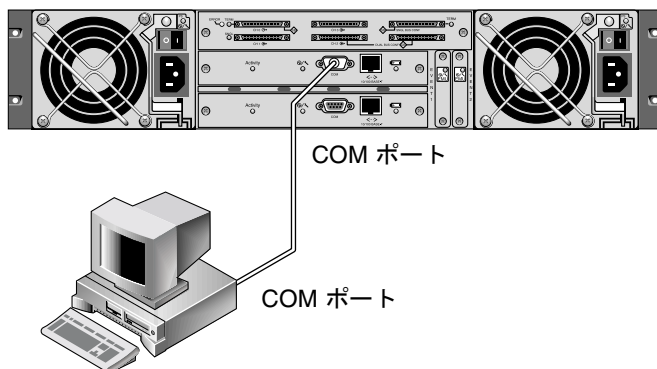

図 2-1 ワークステーションの COM ポートまたはコンピュータ端末にローカル接続された RAID アレイ COM ポート
1. RAID アレイ COM ポートを Solaris ワークステーションのシリアル ポートに接続します（図 2-1 を参照）。